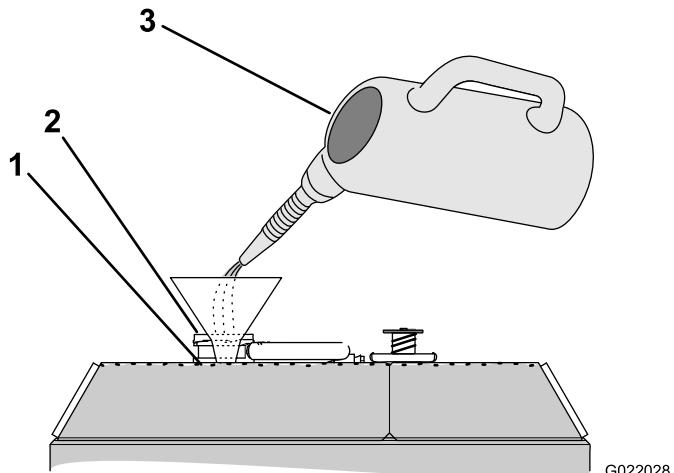

Figura 105
- 3. Llene el radiador de refrigerante hasta que el nivel de fluido llegue a la parte inferior del cuello de llenado (Figura 105).